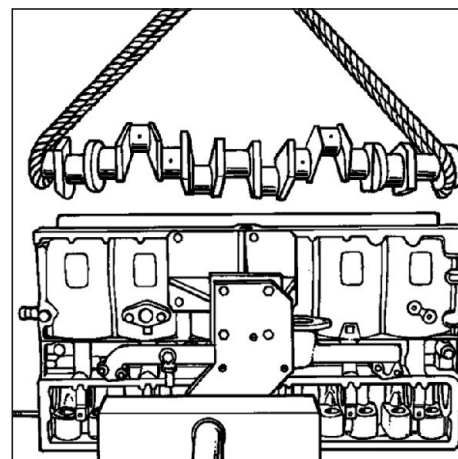

Рис. 35. Снятие коленчатого вала.
6. Снять вал коленчатый (650.1005010) (см. **Рис. 35**).